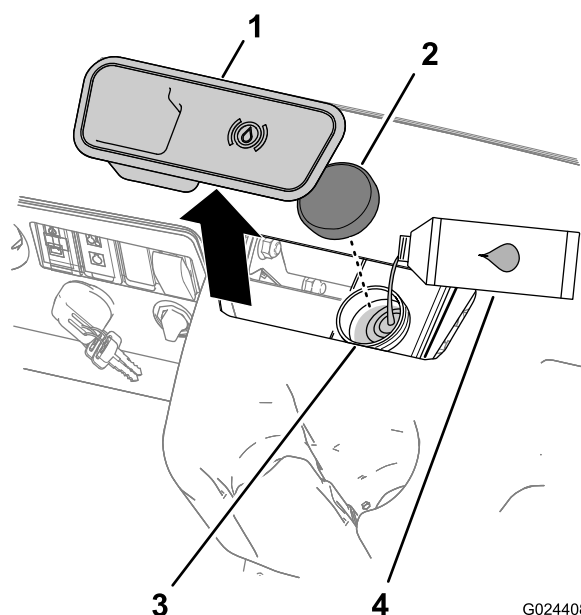

Figura 14
2. Retire a tampa de borracha do centro e da parte superior do painel para obter acesso ao cilindro e reservatório do travão principal (Figura 14).
- A. Limpe a zona em redor da tampa do reservatório e retire-a (Figura 14).
- C. Coloque a tampa do reservatório (Figura 14).